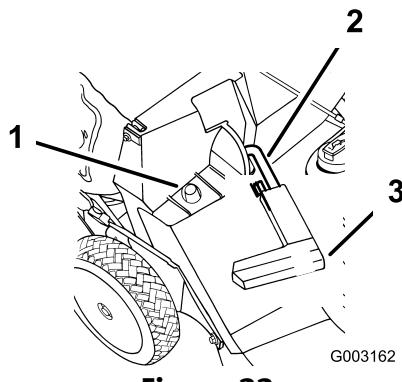

Figura 22
2. Asegúrese de que el tirador de la puerta de descarga está totalmente hacia adelante y que la clavija está situada en el cierre (Figura 22).
3. Coloque el agujero del marco de la bolsa sobre el poste de retención en el conducto de descarga (Figura 22).
2. Levante el tirador de la puerta de descarga y muévalo hacia adelante para que la clavija entre en el cierre (Figura 22).